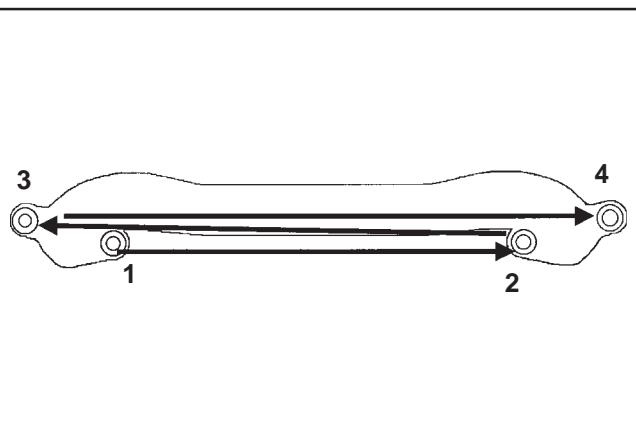

Figura 11-49. Sequenza di serraggio del collettore di aspirazione.
1. Installare il collettore di aspirazione e le nuove guarnizioni o gli O-ring (collettore in plastica), con il cablaggio collegato, sulle testate. Posizionare le eventuali fascette sui bulloni appropriati prima dell'installazione. Accertarsi che le guarnizioni siano orientate correttamente. Vedere Figure 11-47 e 11-48. Nella sequenza illustrata in Figura 11-49, serrare le due viti in due fasi: prima a **7,4 N·m (66 in. lb.)**, quindi a **9,9 N·m (88 in. lb.)**.